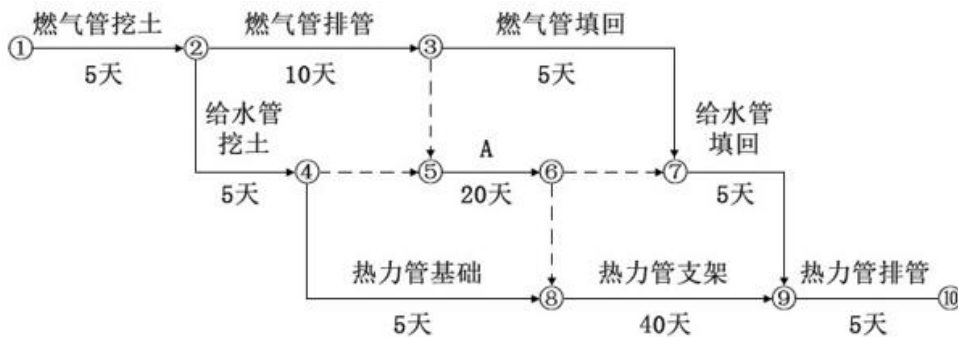

图 3-2 网络计划进度图
(1) 确定了各种管道施工顺序为: 燃气管→给水管→热力管;
(2) 确定了各种管道施工工序的工作顺序如表 3 所示, 同时绘制了网络计划进度图, 如图 3-2 所示。
4.写出图 3-2 代号 A 和表 3 中 B、C、D、E 代表的工作内容。
5.列式计算图 3-2 工期,并判断工程施工是否满足合同工期要求,同时给出关键线路。(关键线路图 3-2 中代号“①~⑩”及“→”表示)